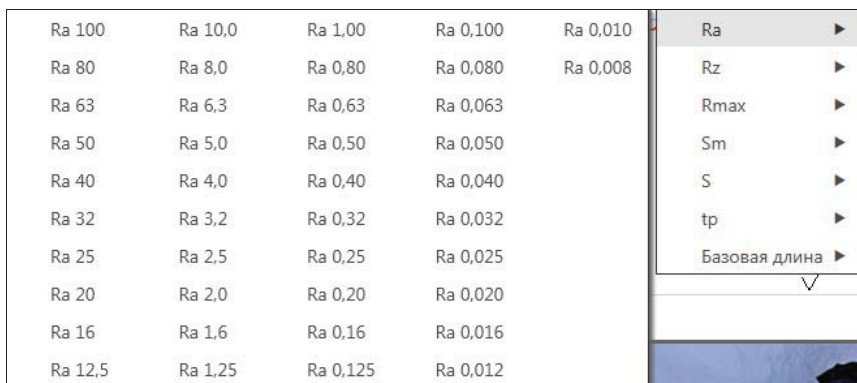

Рис. 13.6. Панель с раскрытым списком значений шероховатости
- ◆ укажите точку вставки и положение знака — в поле ввода текста появится мигающий курсор и панель **Параметры: Шероховатость > Ввод текста** будет готова к вводу текста. Щелкните дважды ЛК мыши в этом поле — появляется окно с пользовательскими параметрами шероховатости (рис. 13.6), в котором выбираем **Ra 3,2**;